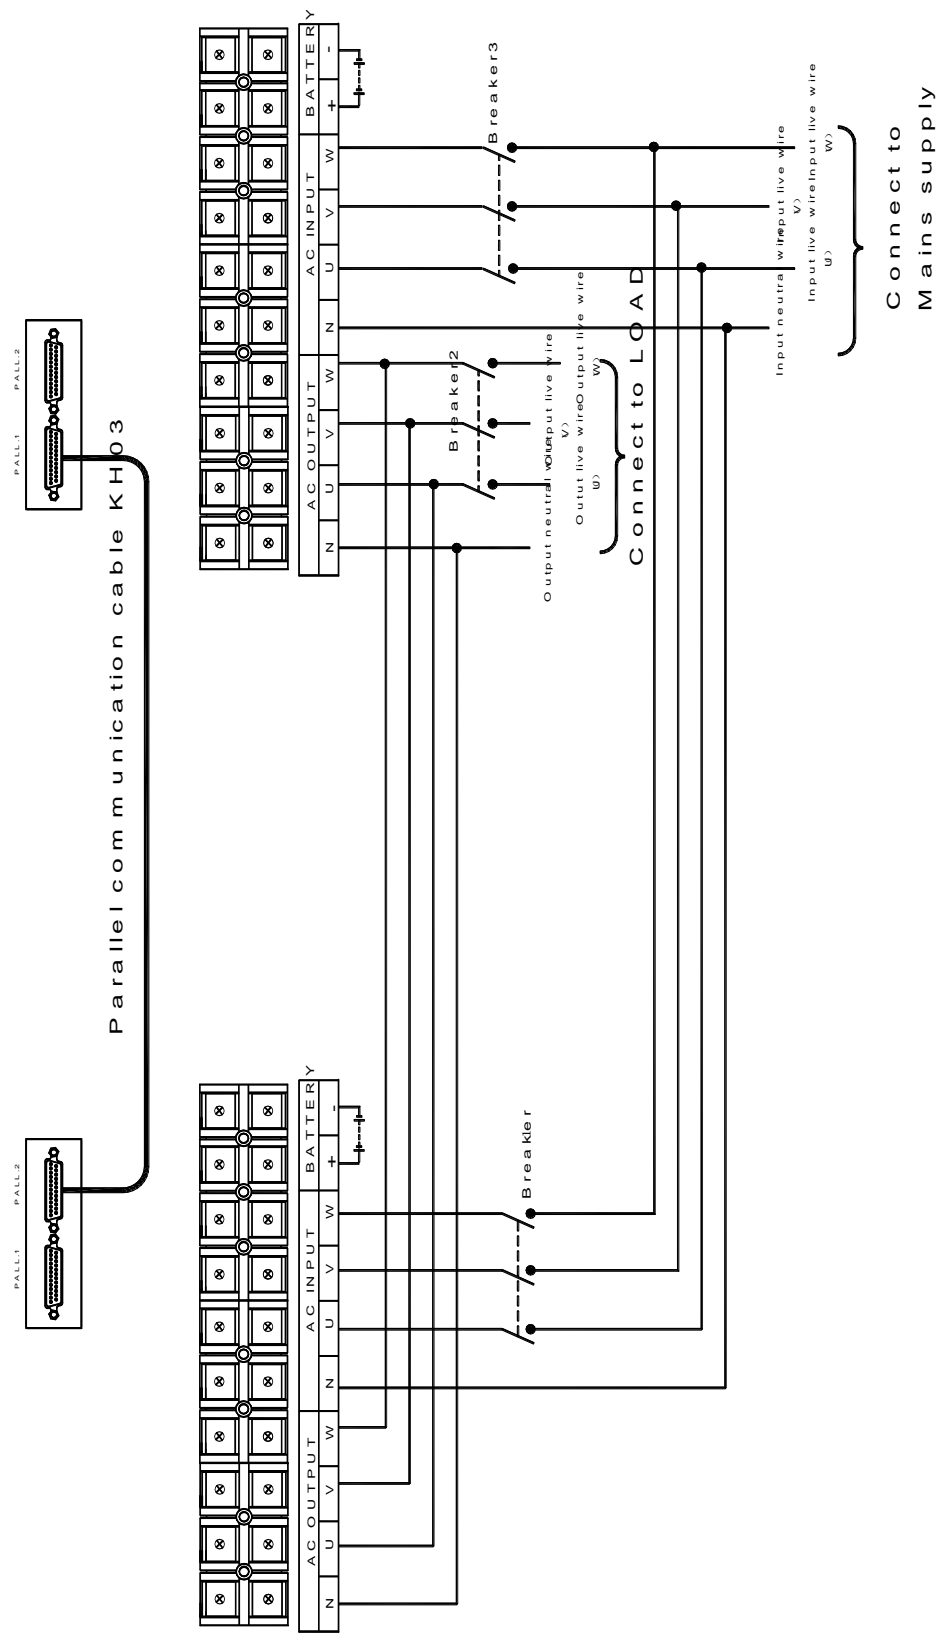

Fig 4-16 Conexão do Nobreak NKT (10~30KVA) – Sistema Paralelo
- 2) Como mostrado na Fig 4-16 conecte os cabos de entrada, saída e bateria;
O modo da conexão detalhada está referido na Fig 4-16.